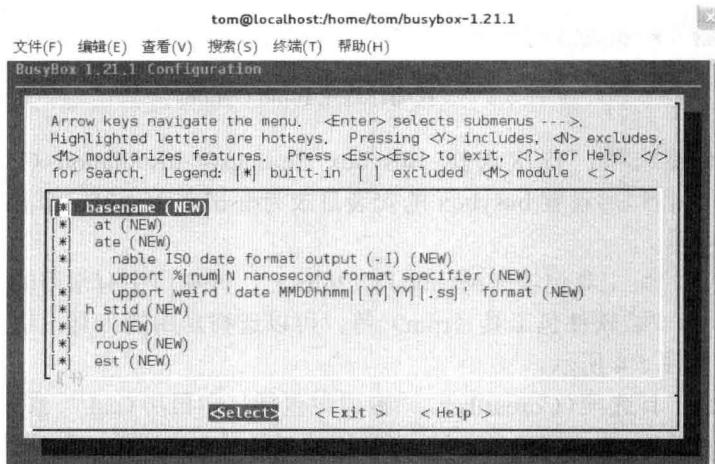

图 5.5 配置核心工具选项 (Coreutils)
(4) 配置核心工具选项 (Coreutils)，该窗口中包括打印日历 (cal)、修改权限 (chmod)、复制 (cp)、移动文件 (mv) 等，可以选择常用的工具，也可以按照默认的选择进行配置，如图 5.5 所示。